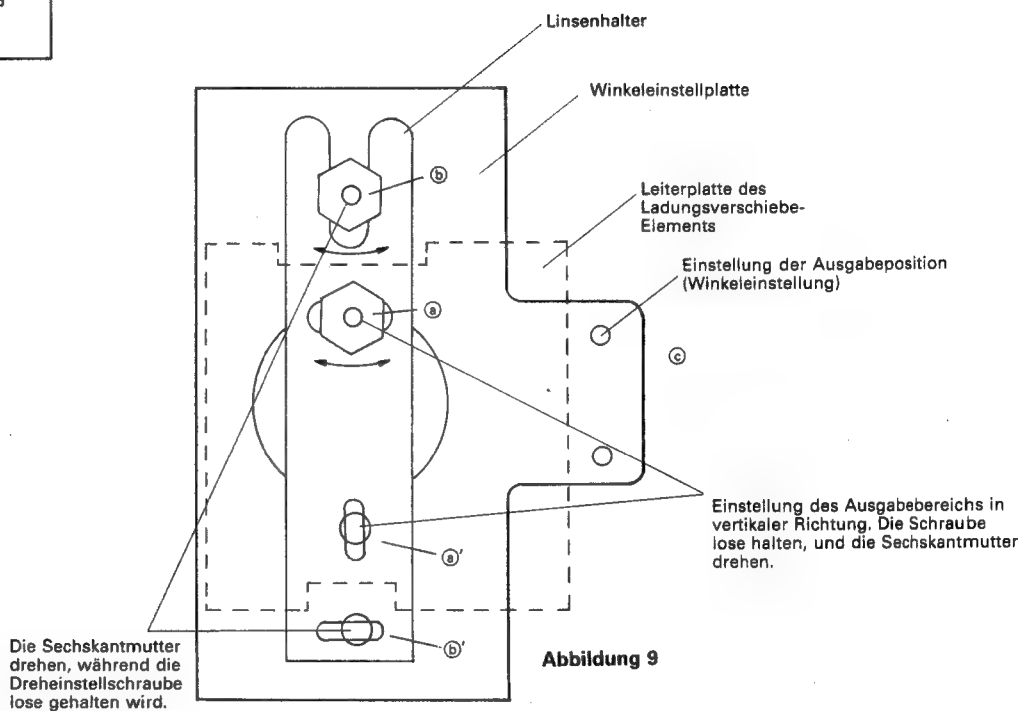

Abbildung 9
- (4) Die in Abbildung 9 gezeigten Schrauben (a) und (a') lösen.
- (1) Eine Kopie des ersten Bildes anfertigen und deren Druckzustand überprüfen.
- (2) Wenn der sich ergebende Druck dem in der Abbildung 14 gezeigten entspricht, die Schraube ③ der Abbildung 9 langsam entgegen dem Uhrzeigersinn drehen, während dabei die Kopie eines Bildes angefertigt wird. Die Schraube nicht weiterdrehen, wenn der Druck dem in der Abbildung 15 gezeigten entspricht. Damit ist die Einstellung beendet.
- (1) Die Rückwand entfernen, und den Drucker anbringen.
- (2) Den Netzschalter einschalten, und die anfängliche Einstellung machen.
- (3) Eine vertikale Linie mit einem schwarzen Markierstift entlang einer willkürlichen vertikalen Linie in der Mitte des Schreibweißblattes ziehen.
- (4) Die in Abbildung 9 gezeigten Schrauben ⑥ und ⑦ lösen.
- (1) Eine Kopie des Bildes mit der vertikalen Linie anfertigen.
- (2) Den Zustand der kopierten Linie überprüfen.
- (3) Wenn die vertikale Linie wie in Abbildung 17 gezeigt ausgedruckt wird, die Sechskantmutter ⑥ der Abbildung 9 mit dem Einstellwerkzeug entgegen dem Uhrzeigersinn drehen, bis sich die in Abbildung 18 gezeigte Linie ergibt. Wenn die Linie wie in Abbildung 20 gezeigt ausgedruckt wird, die Sechskantmutter im Uhrzeigersinn drehen, bis sich die in der Abbildung 18 oder 19 gezeigte Linie ergibt. (In manchen Fällen wird eine vertikale Linie gemäß Abbildung 19 als Ergebnis der Ausgabezeitsteuerung gedruckt. Dies stellt für die Einstellung kein Problem dar.)
- (4) Die vertikale Linie mehrmals Kopieren, und diese Einstellung wiederholen, bis die Steigung der vertikalen Linie linear wird.
- (5) Nach Beendigung der Einstellung die Schrauben ⑥ und ⑦ anziehen. Dann erneut eine Kopie der vertikalen Linie anfertigen und nachprüfen, ob die Einstellung vollständig ist.
- (6) Die Ausgabe überprüfen, und falls irgendeine Unregelmäßigkeit festgestellt wird, eine Neueinstellung gemäß dem Verfahren "2 Einstellung der Ausgabe-Position" auf Seite 13 vornehmen.
- (7) Sicherungsmittel auf die Schrauben ⑥ und ⑦ auftragen, um damit die Einstellung zu beenden.